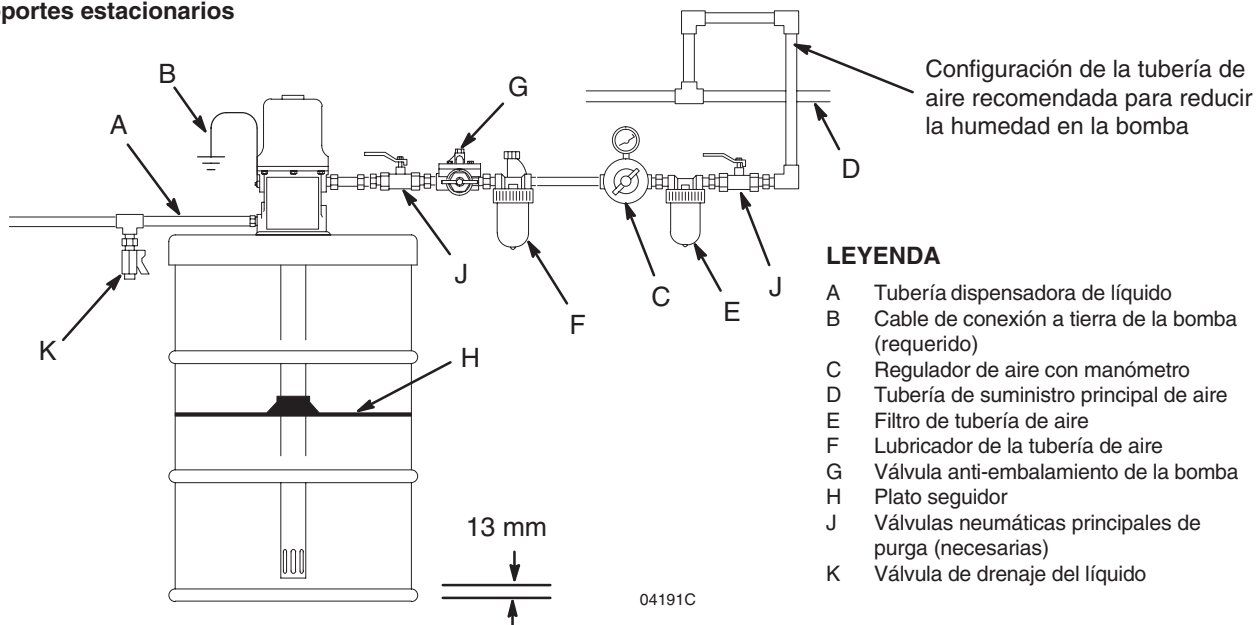

Fig. 2
Vea la Fig. 2 más arriba.
**NOTA:** Monte los accesorios de la tubería de aire en el orden mostrado en la Fig. 2.
1. Instale una válvula anti-embalamiento (G) en la bomba para cerrar el aire a la bomba si ésta se acelera hasta un valor superior al ajustado previamente. Una bomba funcionando a una velocidad demasiado elevada puede dañarse seriamente.
2. Instale un lubricador de tubería de aire (F) para la lubricación automática del motor neumático.
3. Instale una válvula neumática principal del tipo de purga (J) para liberar el aire atrapado entre ella y el motor (consulte la **ADVERTENCIA** de la columna izquierda). Pida la ref. pieza 107142.
4. Monte el regulador de aire (C) para controlar la velocidad y la presión de la bomba (vea la **ADVERTENCIA** de la izquierda).
5. Monte el filtro de la tubería de aire (E) para eliminar toda suciedad y contaminantes de su sistema de aire a presión.
6. Monte otra válvula neumática principal de purga (J) corriente arriba de los demás accesorios, para aislarlos durante el mantenimiento.